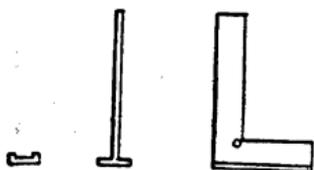

Fig. 194.
**EQUERRE A CHAPEAU** (fig. 194). — Se fait dans les mêmes conditions que l'équerre simple mais une fois ajustée, on y adapte un chapeau fixé avec des vis en acier et à tête conique. Ce chapeau doit avoir une rainure pour la solidité de l'équerre, on le brase.